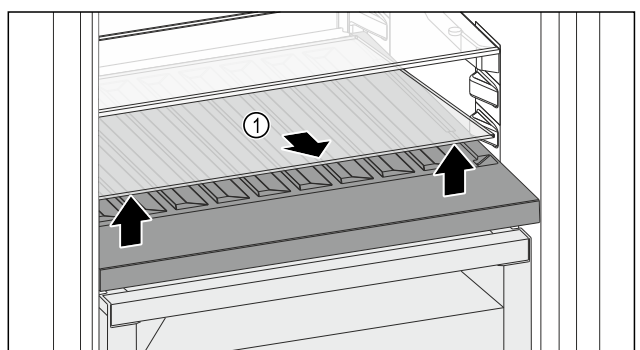

Fig. 205
- ▶ Скористайтесь пазом спереду, щоб підняти скляну полицю Fig. 205 (1) і вийняти її.
- ▶ Безпечно зберігайте скляну полицю *Fig. 205 (1)* за межами пристрою.